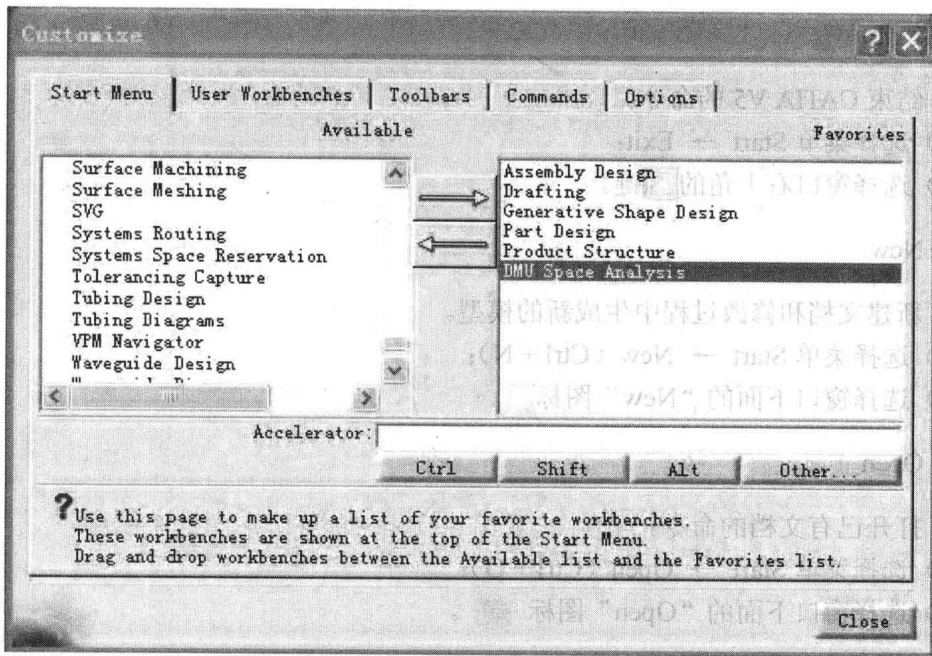

图 1-4
(3) 选择菜单 Tools → Customize, 对话框中用箭头选择常用的 Workbench (图 1-4)。